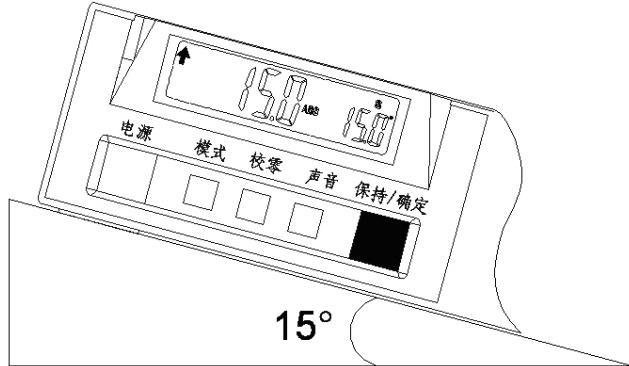

图 G-8
- 4) 轻压【保持/确定】按钮一次，坡度计退出当前测量，返回相对角测量模式，见图 G-8；